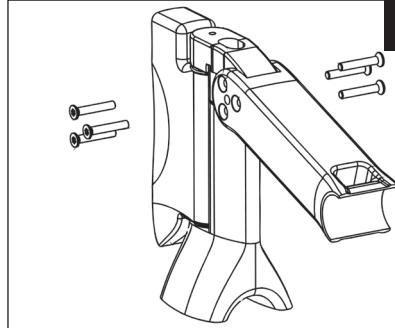

Fig. 7
7. Plaats de gaten van de mast in lijn met de gaten van de kegels (Fig. 7)